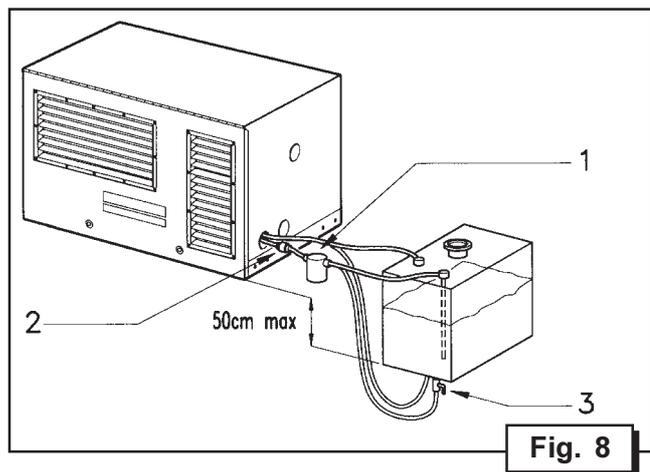

Fig. 8
Il gruppo VOYAGER va alimentato a gasolio e non disponendo di serbatoio al suo interno, deve essere collegato ad un serbatoio esterno che può essere anche quello dell'automezzo. Il gruppo dispone di pompa (AC) in grado di prelevare carburante ad un dislivello massimo di 50 cm (fig. 8) e di un filtro a cartuccia; è buona norma inserire, nel collegamento al serbatoio, un rubinetto (Fig. 8 rif. 3), un filtro separatore acqua-carburante (Fig. 8 rif. 1) ed una valvola unidirezionale (Fig. 8 rif. 2) onde evitare lo svuotamento dell'impianto combustibile (utilizzare valvola unidirezionale con apertura a 50 millibar). I tubi da utilizzare, per il collegamento del gruppo al serbatoio, devono essere di gomma resistente agli idrocarburi e di diametro interno di 6 mm.
The VOYAGER generator runs on diesel oil and, not being fitted with a tank, has to be connected to an external tank, which can also be that of the motor vehicle itself. The generator is fitted with a suction-compression pump (SC), able to pump fuel up to a maximum height of 50 cm (Fig. 8), and with a cartridge filter. It is best to equip the generator-tank connection with: a faucet (Fig. 8 Ref. 3), with a water-fuel separator filter (Fig. 8 Ref. 1) and with a single-acting valve (Fig. 8 Ref. 2) so as to prevent the emptying of the fuel system (use a single-acting valve with 50 millibar aperture). The pipes to be used to connect the generator to the tank must be of hydrocarbon-resistant rubber with an internal diameter of 6 mm.
Le groupe VOYAGER doit être alimenté avec du gas-oil, dans la mesure où il n'est pas équipé de réservoir à l'intérieur, il doit être relié à un réservoir extérieur qui peut aussi être celui du véhicule. Le groupe dispose d'une pompe (AC) en mesure de prélever le carburant avec une pente maximum de 50 cm (Fig. 8) et d'un filtre à cartouche, au niveau de la liaison avec le réservoir, il convient d'installer un robinet (Fig. 8 Réf. 3), un filtre séparateur eau-carburant (Fig. 8 Réf. 1) et une valve unidirectionnelle (Fig. 8 Réf. 2) afin d'éviter le vidage de l'installation combustible (utiliser une valve unidirectionnelle avec une ouverture de 50 millibars). Les tuyaux à utiliser pour la liaison du groupe au réservoir doivent être en caoutchouc résistant aux hydrocarbures et d'un diamètre intérieur de 6 mm.
Das VOYAGER-Aggregat wird mit Dieselöl betrieben; da es nicht über einen eigenen Tank verfügt, muß es an einen externen Tank angeschlossen werden, es kann auch der des Wagens sein. Das Aggregat ist mit einer AC-Kraftstoffpumpe, die Kraftstoff bis zu einem Höhenunterschied von 50 cm pumpen kann (Abb. 8), und mit einem Wechselfilter ausgestattet; normalerweise wird in den Tankanschluß folgendes eingebaut: ein Kraftstoffhahn (Abb. 8, Pos. 3), ein Wasser-Kraftstoff-Trennfilter (Abb. 8, Pos. 1) und ein Sperrventil (Abb. 8, Pos. 2), um das Leerlaufen der Kraftstoffanlage zu verhindern (Sperrventil mit Öffnung bei 50 mbar verwenden). Die Schläuche für den Tankanschluß müssen aus kohlenwasserstoffresistentem Gummi sein und einen Innendurchmesser von 6 mm haben.
La unidad VOYAGER es alimentada con gasóleo y, dado que no dispone de un depósito en su interior, debe ser conectada a un depósito externo, que puede ser incluso el mismo del vehículo. La unidad dispone de filtro de cartucho y de bomba (AC) capaz de tomar carburante con una inclinación máxima de 50 cm (fig.8). Será conveniente instalar en el tubo de conexión al depósito un grifo de paso (fig.8 ref.3), un filtro separador de agua-carburante (fig.8 ref.1) y una válvula unidireccional (fig.8 ref.2), con el fin de evitar el vaciamiento de la instalación del combustible (utilizar válvula unidireccional con apertura a 50 milibares). Los tubos a utilizar para efectuar la conexión entre unidad y depósito deben ser de goma resistente a los hidrocarburos y de diámetro interno de 6 mm.